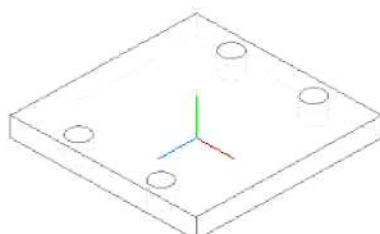

Рис. 7.26
2. Для создания остальных трех отверстий воспользуемся командой  **Массив по сетке** с параметрами: **Количество по первой оси** - 2, **Шаг** - 40; **Количество по второй оси** - 2, **Шаг** - 74; **Угол раствора** - (-90°) (рис. 7.26).